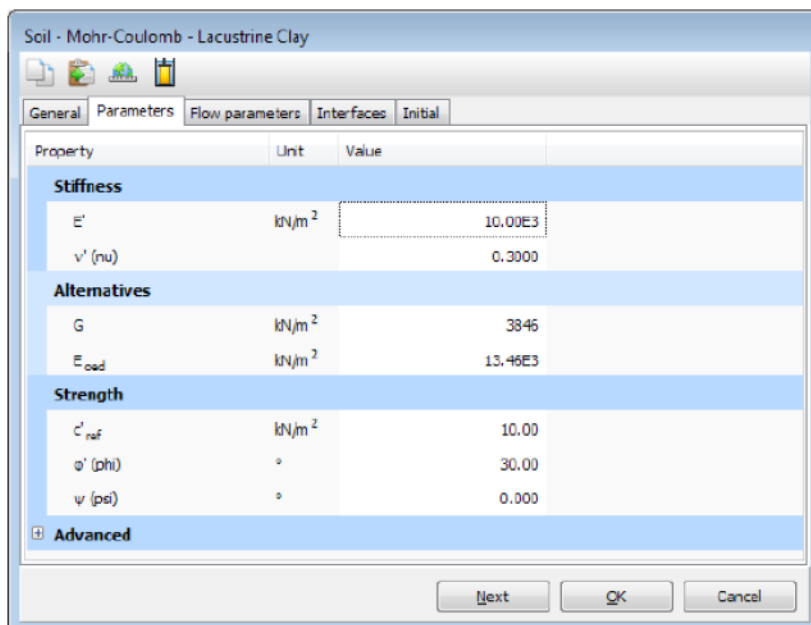

图 1.6 土(Soil)和界面(Interfaces)数据组窗口中的参数页面
- 8) 按照表 1.1 在参数页面的相应框中湖积粘土的模型参数，如图 1.6 所示。